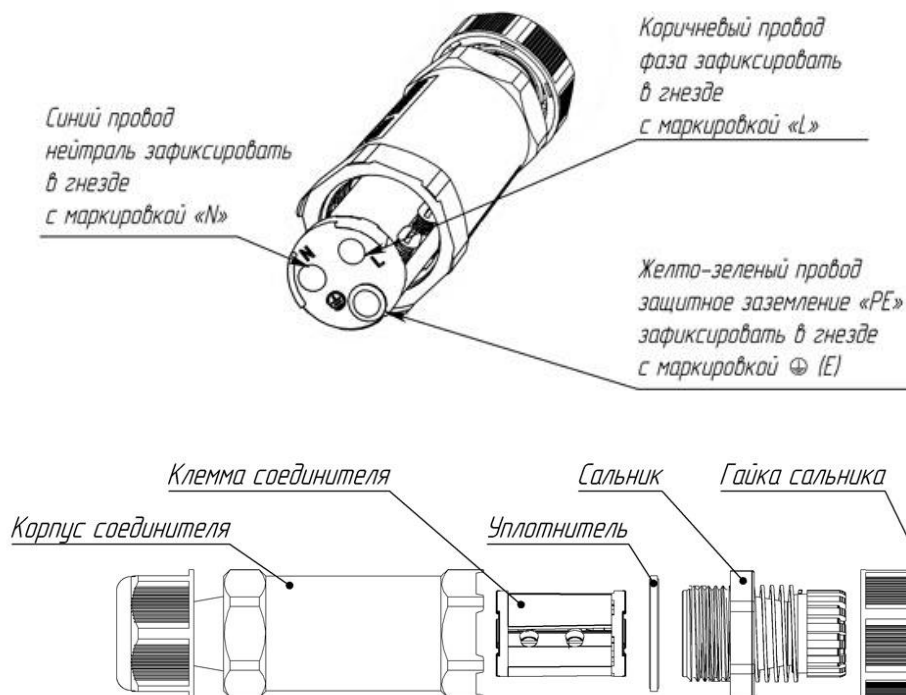

Рис. 3
6.6.4. Подключить светильник к питающей сети с помощью IP-разъема (Рис.3). Для сохранения степени защиты IP67 необходимый диаметр сечения кабеля должен быть 5-12 мм с проводами диаметром 0,75-2,5 мм.